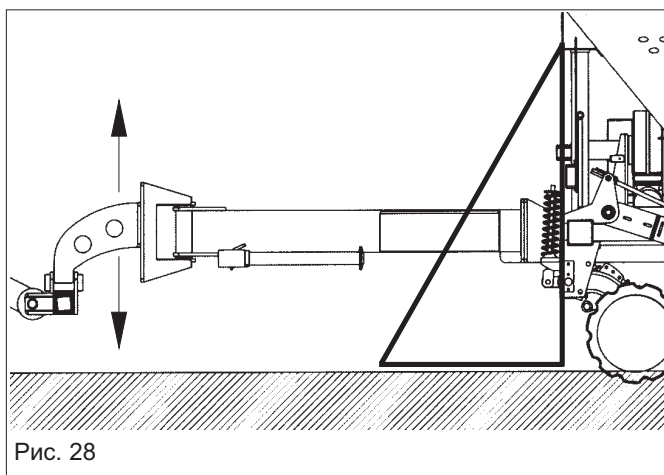

Рис. 28
- б) Положение сцепления первой и второй точки дышла для прицепной сеялки (Рис. 28).